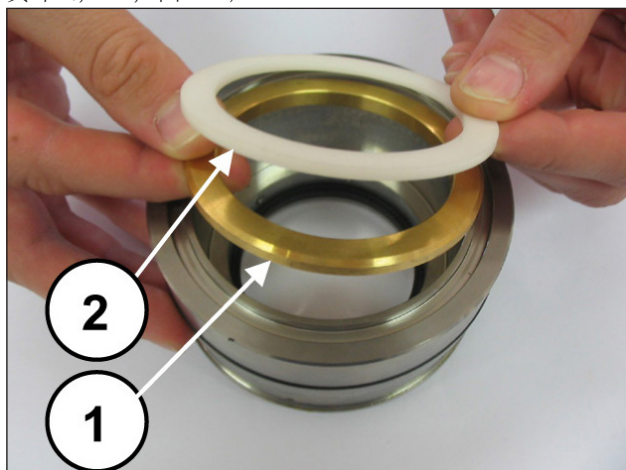

图 201
安装支撑环和抗挤压环 (①②, 图 201)、三个KC密封环 (注意槽口彼此之间成120度①, 图 202)、Kc密封刮刀环和弹簧环 (①②, 图 203)。